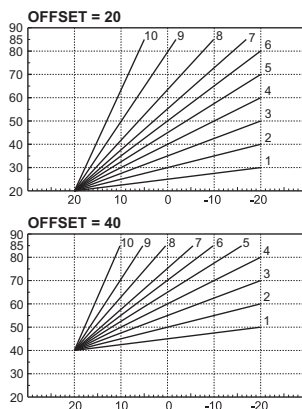

fig. 25- Ejemplo de desplazamiento paralelo de las curvas de compensación
**Offset:** Si se entra en este submenú, es posible realizar el desplazamiento paralelo de las curvas pulsando las teclas  $+$  y  $-$  ACS. Véase la fig. 25 para las características.